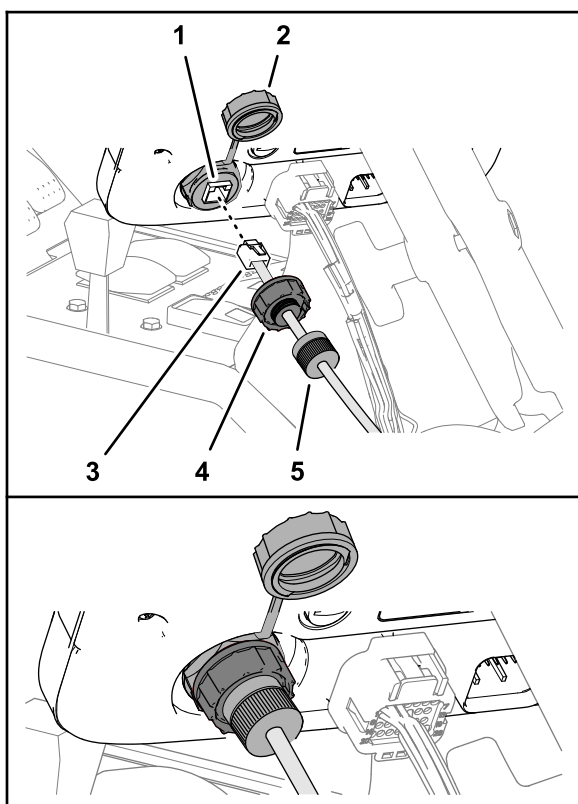

Figura 158
2. En la parte delantera de la pantalla de fumigación, retire el tapón del puerto RJ45 (Figura 158).
3. Enchufe el conector RJ45 del cable de datos del módem marcado X-CONSOLE en el puerto RJ45 de la pantalla de fumigación (Figura 158).
4. Monte la tuerca estanca sobre el puerto RJ45 de la pantalla de fumigación, y apriete la tuerca estanca (Figura 158).
5. Monte la tuerca de compresión sobre la tuerca estanca, y apriete la tuerca de compresión (Figura 158).